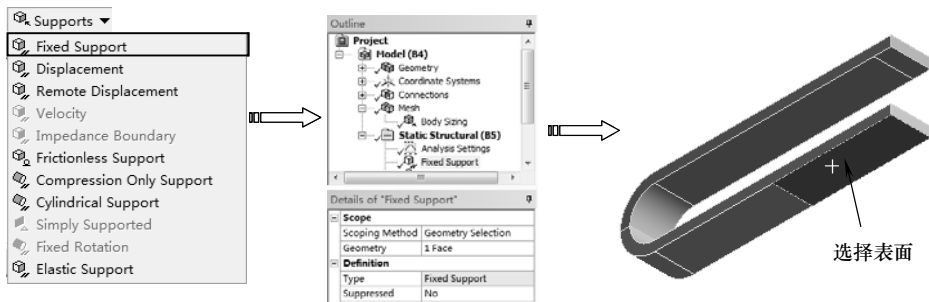

图 8-38 施加固定约束
3) 在【Outline (分析树)】中选择【Static Structural (B5)】节点，单击【Environment】工具栏上的【Supports】|【Fixed Support】命令。单击【图形】工具栏上的选择模式下的【Single Select (单选)】按钮 ，然后再单击【Face (选择面)】按钮 ，在【Details of “Fixed Support”】列表中单击【Scope】选项下的【Scoping Method】项，选择如图 8-38 所示表面。单击【Geometry】项中的【Apply】按钮完成，如图 8-38 所示。